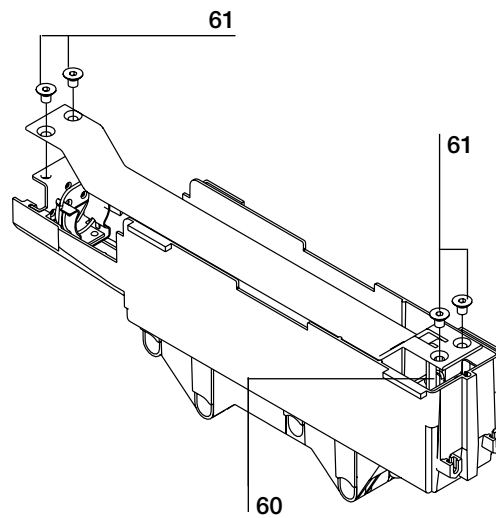

Fig. 18
7.4. Montaggio o smontaggio della sbarra di corto circuito (fig. 18)
7.4. Assembly and dismantling the short-circuit busbar (fig. 18)